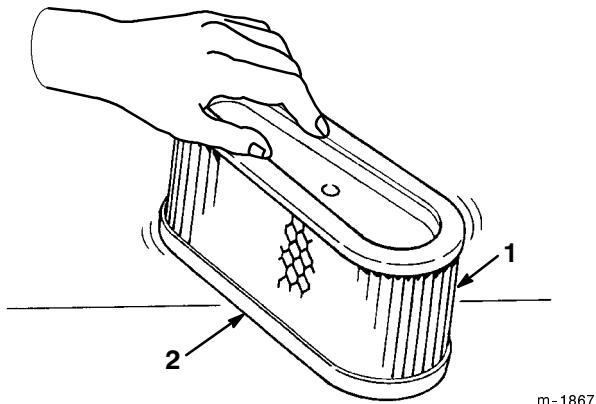

Figure 27
1. Tapoter doucement l'élément sur une surface plane pour faire tomber la poussière et la saleté (Fig. 27).